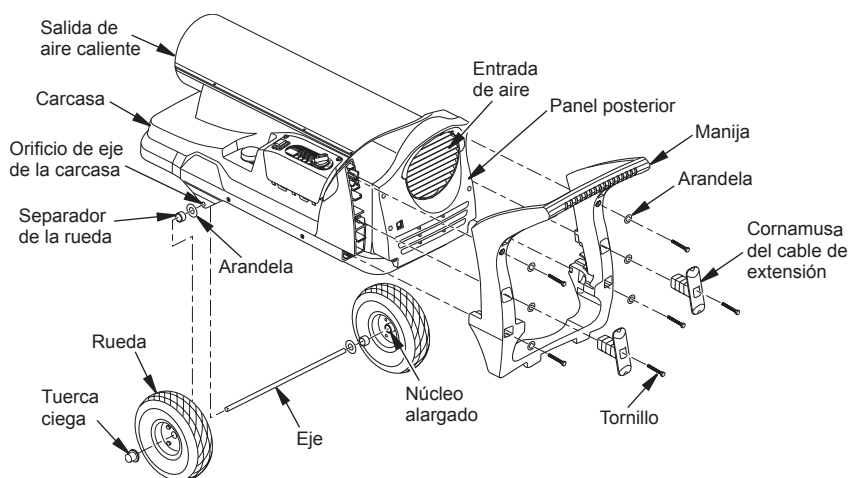

Figura 3 - Ensamblaje de las ruedas y la manija
1. Introduzca el eje a través de los orificios de la carcasa. Instale las arandelas, los separadores de las ruedas y las ruedas en el eje, según se muestra en la figura 3.
IMPORTANTE: Al instalar las ruedas, oriente los núcleos alargados de las ruedas hacia la carcasa (consulte la figura 3).